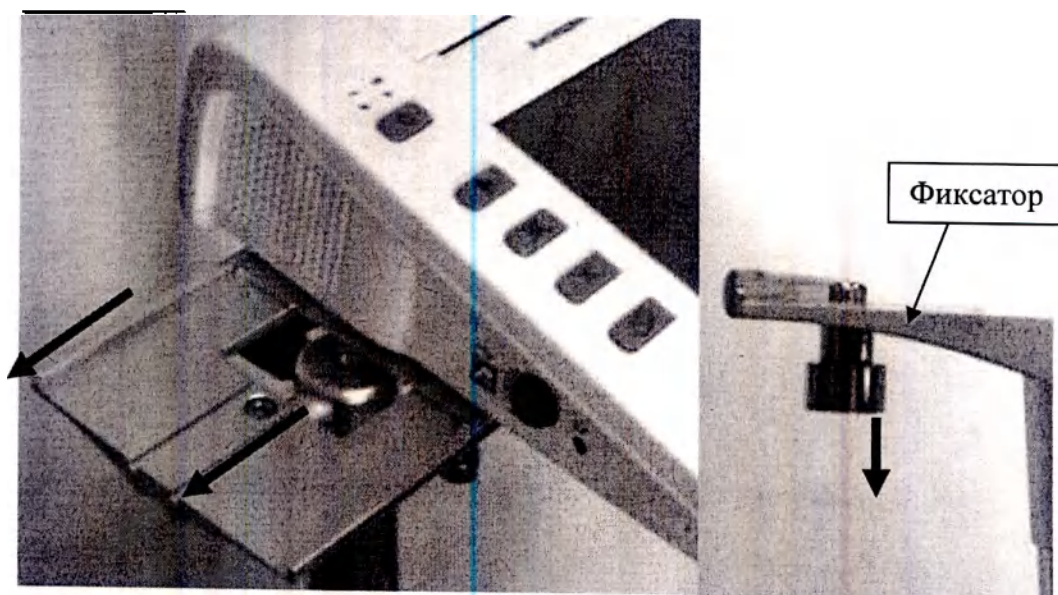

Рисунок 2.5. Установка прибора на передвижную стойку
- г) Совместите пластину с торцом кронштейна стойки и, отжав фиксатор, задвиньте пластину с прибором (см рис. 2.5.);